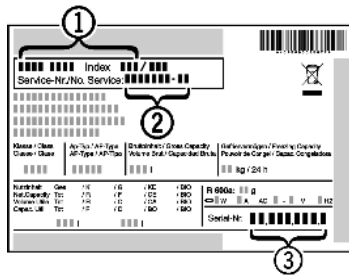

Fig. 9
- Relever la désignation de l'appareil *Fig. 9 (1)*, le n° de service *Fig. 9 (2)* et le n° de série *Fig. 9 (3)* sur la plaquette signalétique. Cette plaquette se trouve sur la paroi intérieure gauche de l'appareil.
- Informer le S.A.V. et lui communiquer la panne, la désignation de l'appareil *Fig. 9 (1)*, le n° de service *Fig. 9 (2)* et le n° de série *Fig. 9 (3)*.